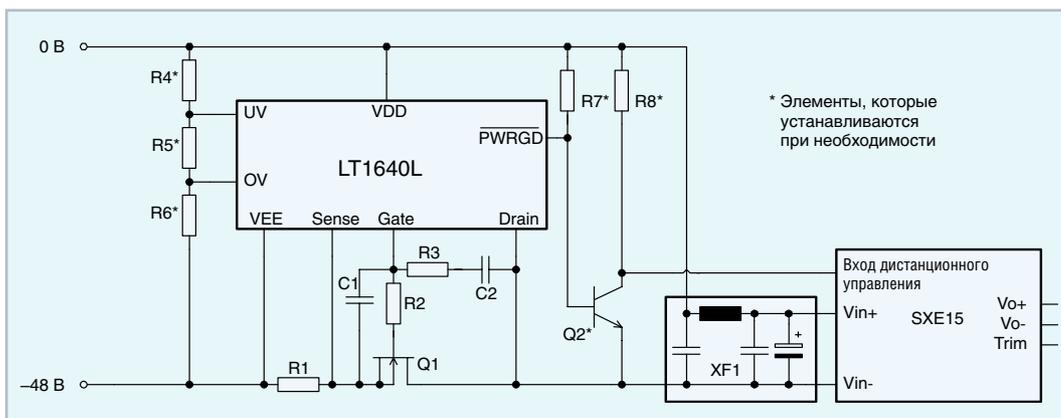

Рис. 19. Схема сопряжения контроллера LT1640H с конвертором SXE15-48Sxxx
3) сигнал PWRGD может быть использован непосредственно для запуска силового модуля; контроллер LTC1640L разработан для модулей, использующих сигнал дистанционного управления с активным низким уровнем, а ИМС LT1640H — для модулей с активным высоким логическим уровнем. Выводы UV и OV контроллеров (рис. 19) могут быть использованы для определения состояний понижения и повышения напряжения первичного источника питания. SXE15 оснащён собственной схемой защиты, которая обеспечивает